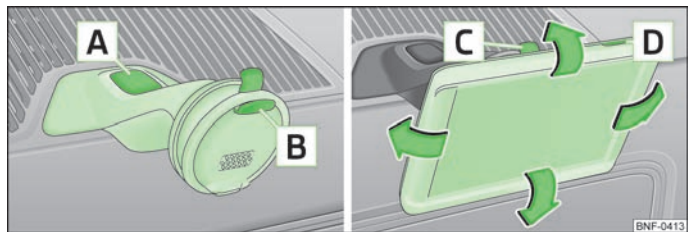

Fig. 75 Holder til multifunktionssystem / Multifunktionssystem
- Sæt først multifunktionssystemet ind i den øverste del af holderen **B** » Fig. 75, og tryk det ind i den nederste del af holderen, indtil det går i hak » **I**.
- Du kan indstille hældningen til den ønskede position ved at bevæge multifunktionssystemet i pilenes retning » Fig. 75 » **I**.
- Tryk på udløserknappen **C** » Fig. 75 med den anden hånd, og tag systemet ud.
- Tryk på udløserknappen **A** » Fig. 75 med den anden hånd.
- Tilslut multifunktionssystemet ved at trykke på knappen **D** » Fig. 75.